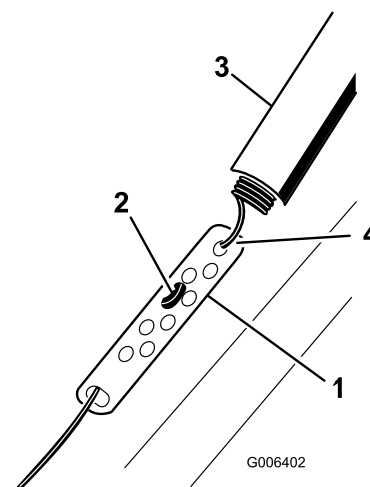

Figure 22
1. Remontez la protection du ressort et décrochez le ressort de la biellette de réglage (Figure 22).